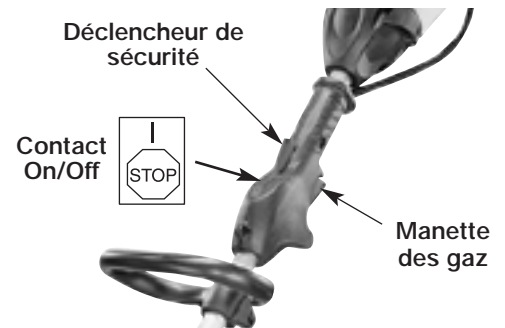

Fig. 6
2. Mettre le contact en position de Marche (Fig. 6).
5. Attrapez fermement la poignée - enfoncez le déclencheur de sécurité & le déclencheur d'accélération en position Accélération Maxi (Fig. 6).
1. Mettre le contact en position de Marche (Fig. 6).
3. Saisir fermement la poignée des gaz, appuyer à FOND sur la manette (pleins gaz) (Fig. 6).